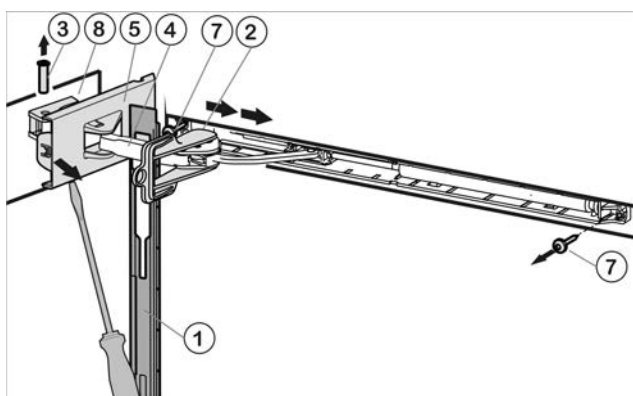

Fig. 5
- Сдвиньте накладку над амортизационной скобой Fig. 5 (4) в направлении устройства вперед.
- Зафиксируйте предохранитель Fig. 5 (2) их комплекта поставки в продольном пазе.
- Отсоедините крышку Fig. 5 (5) со стороны шарнира с помощью отвертки до первого фиксатора.
- Выдавите палец Fig. 5 (3) снизу.
- Нажмите амортизационную скобу Fig. 5 (4) в направлении дверцы.
- Полностью отсоедините и снимите крышку Fig. 5 (5) со стороны шарнира.
- Снимите накладку Fig. 5 (1).
- Открутите узел амортизатора закрывания дверцы (2 шт. Torx® 15) Fig. 5 (7).
- Открутите опорную деталь Fig. 5 (8) и прикрутите ее снова с поворотом на 180° на противоположную сторону. При необходимости просверлите отверстия или используйте аккумуляторную отвертку.